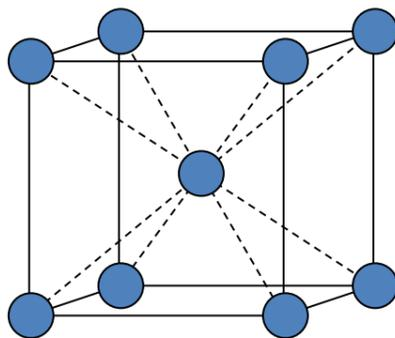

図 2-3 結晶構造(格子)の単位格子のモデル図(ただし、丸印は原子を表す)
(3) 図 2-3 にモデル的に示した結晶構造(格子)の名称をブラベー格子の名称で答えなさい。ただし、実線で示した 6 面体は立方体であるとする。